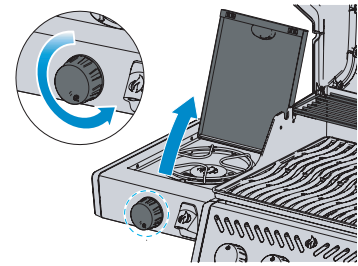

Fig. 2
4. Le brûleur ne s'allume pas - tourner le bouton de commande du brûleur dans le sens des aiguilles d'une montre jusqu'à ce que la position OFF. Attendre 5 minutes. Répétez l'étape 2 et 3 (Fig. 2).